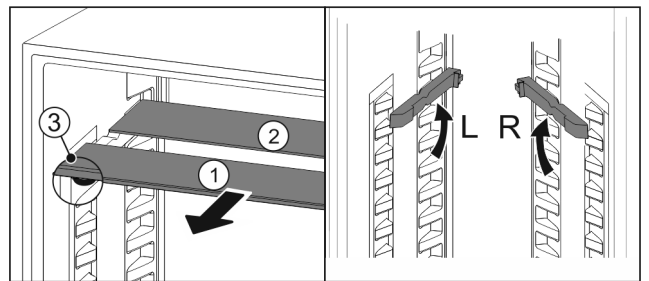

Fig. 105
- Glasplatten einzeln nach vorne herausziehen Fig. 105 (1).
- ▷ Glasplatte Fig. 105 (1) mit Zierleiste liegt vorne.
- ▷ Stopps Fig. 105 (3) zeigen nach unten.